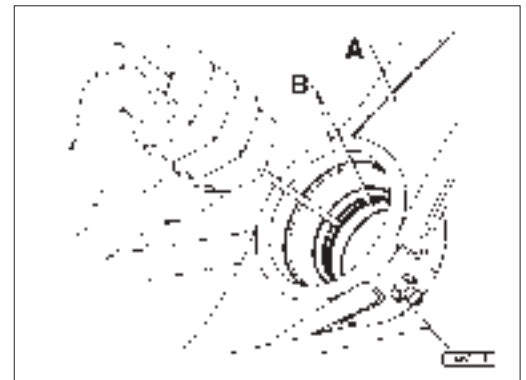

Fig. 14 - Roulement du levier central de direction
- Si besoin, fixer le levier central **A** dans un étau et à l'aide d'un marteau et un poinçon, déposer les pistes externes **B** des roulements coniques logées dans le trou central (fig. 14) en ayant soin de sortir d'abord la piste supérieure avec diamètre plus petit tout en frappant de l'intérieur vers l'extérieur.